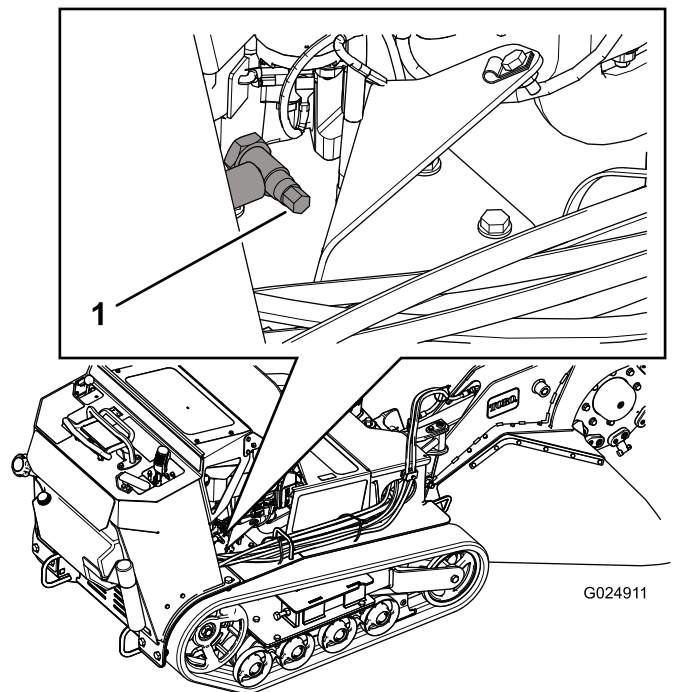
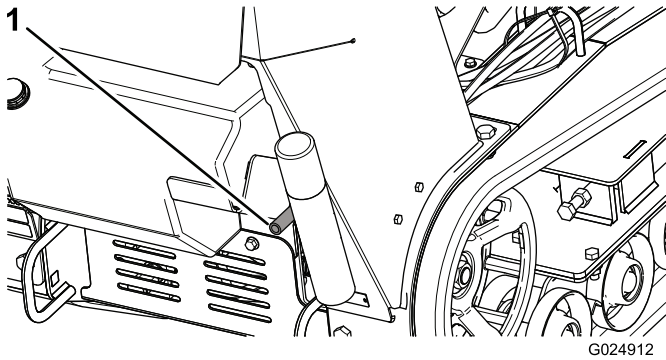

Bild 32
Bild 33
4. Stellen Sie eine Auffangwanne unter den Ablassschlauch. Drehen Sie das Ölablassventil, damit das Öl ablaufen kann (Bild 32 und Bild 33).